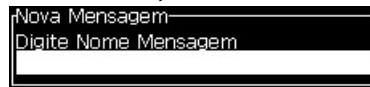

Figura 5-4: Caixa de diálogo Nova mensagem
- 2 Selecione *Nova mensagem*. A caixa de diálogo *Nova mensagem* aparece (veja Figura 5-4).